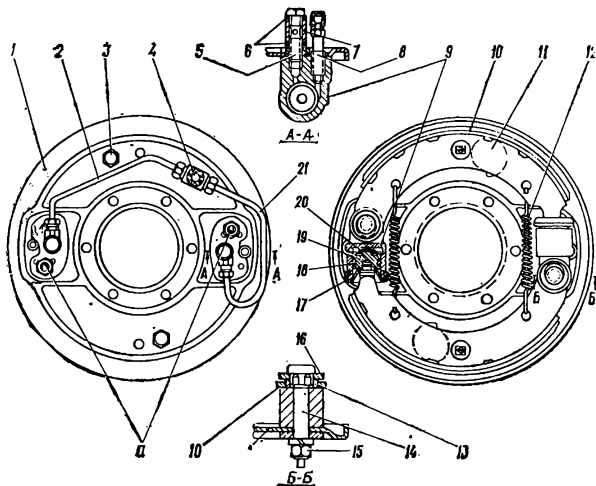
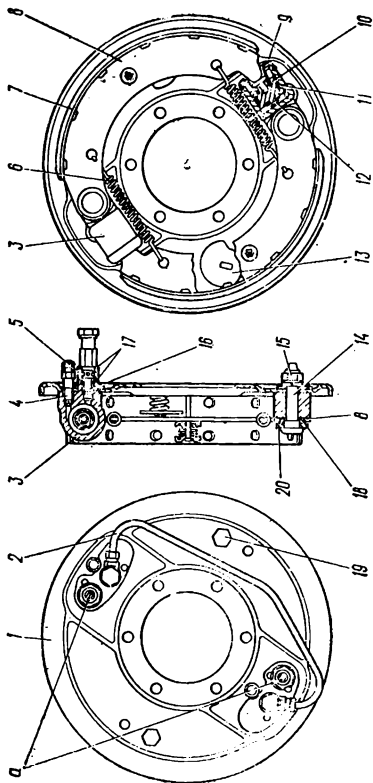

Рис. 94. Тормоз переднего колеса автомобиля УАЗ-469:
Рис. 95. Тормоз переднего колеса автомобиля УАЗ-469Б.
Тормоз переднего колеса автомобиля УАЗ-469 показан на рис. 94, а автомобиля УАЗ-469Б — на рис. 95. Передние тормоза этих автомобилей отличаются щитами, имеющими разные
На щитах 1, 1 (рис. 94, 95) с помощью опорных пальцев 14 и 14 и гаек 15 и 15 закреплены два колесных цилиндра 9 и 3. На опорных пальцах между шайбами под их головками и опорными проушинами колесных цилиндров неподвижно посажены бронзовые эксцентрики 13 и 18, на которых поворачиваются тормозные колодки 10 и 8. Поворотом опорных пальцев с эксцентриками можно смещать опорные концы колодок относительно тормозного щита. Регулируют тормоза с помощью опорных пальцев при их сборке на заводе или при ремонте тормозов с заменой колодок или накладок.
При правильной установке колодок с неизношенными накладками и тормозным барабаном метки на опорных пальцах (керны на наружных торцах) должны быть расположены, как показано на рис. 94 и 95, или с отклонениями от этого положения в ту или другую сторону до 50°.
Подвижные концы тормозных колодок входят в пазы наколенников поршней 19 и 10 колесных цилиндров 9 и 3. Колодки внутренней поверхностью своих ободов опираются на регулировочные эксцентрики 11 и 13, подвижно установленные на тормозном щите. От произвольного проворачивания эксцентрики удерживаются сильными пружинами. Колодки прижимаются к эксцентрикам стяжными пружинами 12 и 6. Шестигранные головки болтов 3 и 19 регулировочных эксцентриков выведены на наружную сторону тормозного щита. С помощью эксцентриков устанавливается необходимый зазор между колодками и барабаном. От бокового смещения колодки удерживаются торцами болтов регулировочных эксцентриков и пружинами, установленными в средней части колодок (рис. 94 и 95).
2. Ослабьте гайки опорных пальцев и установите опорные пальцы в начальное положение (метки на торцах опорных пальцев должны быть расположены, как указано на рис. 94, 95).